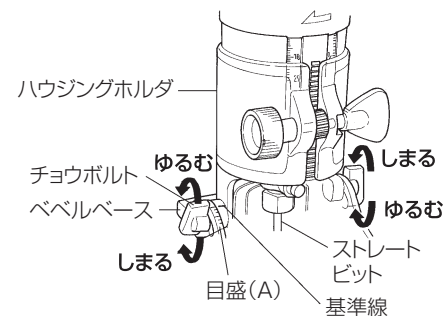

図 6
ハウジングホルダの基準線と目盛 (A) を合わせ、チョウボルトを締付けてください。(図 6、7)